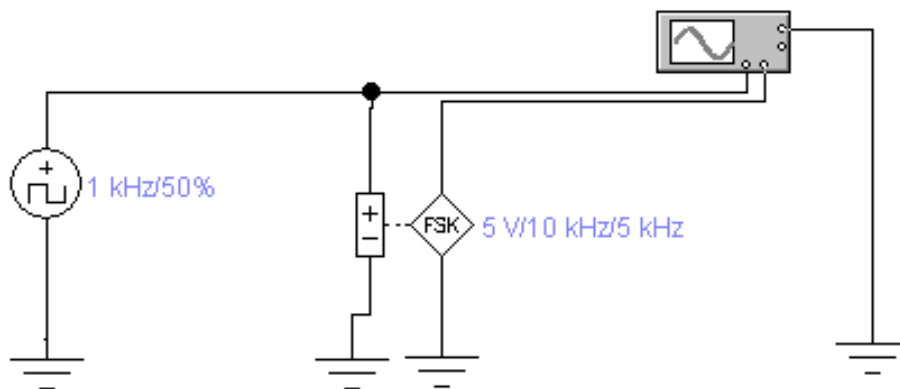

Рисунок 6.1 – Схема дослідження ЧМн сигналу
- 5.1 Помістити елементи схеми (рисунок 6.1) на білий аркуш робочого поля.